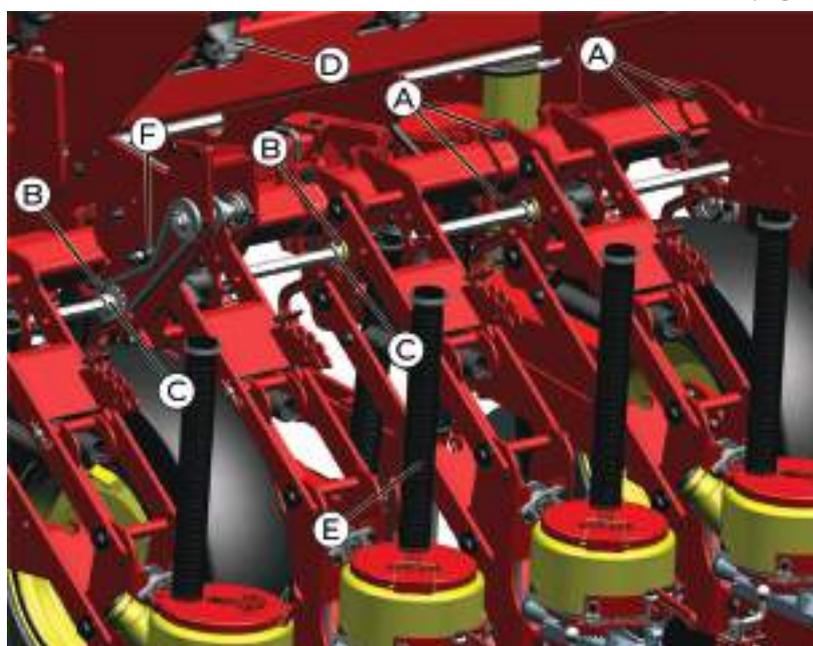

fig. 35
6. Afrouxe os parafusos de fixação (A) das linhas curta e longa da semente. Afrouxe os parafusos (B) dos batentes (C) no eixo de transmissão da semente. Isole o bocal (D) de saída do reservatório superior da semente. Remova o condutor flexível (E) do reservatório inferior da semente. Afrouxe o esticador (F) da transmissão. Retire o eixo da transmissão antes de remover as linhas (fig. 35).